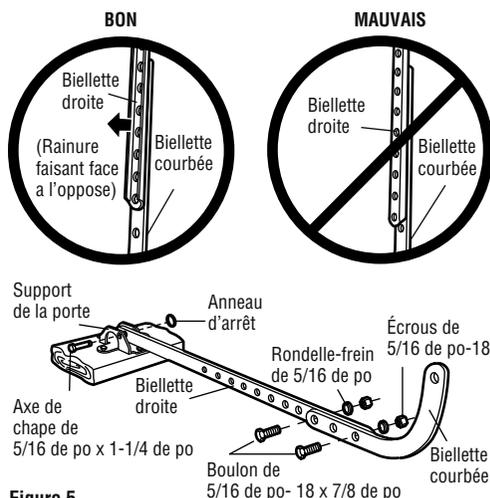

Figure 5
1. Assemblage des biellettes, Figure 5 :
IMPORTANT : La rainure sur la biellette droite **DOIT** faire face à l'opposé de la biellette courbée (Figure 5).